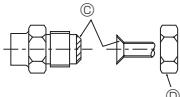

Fig. 5-1
(A) (Fig. 5-1)
(B) (Fig. 5-1)
5.2. Boruların bağlanması (Fig. 5-1)